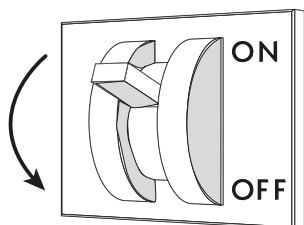

Fig. 21
- Desconectar la alimentaci  n el  ctrica del mueble mediante el interruptor seccionador general instalado en la pared ("Fig. 21").